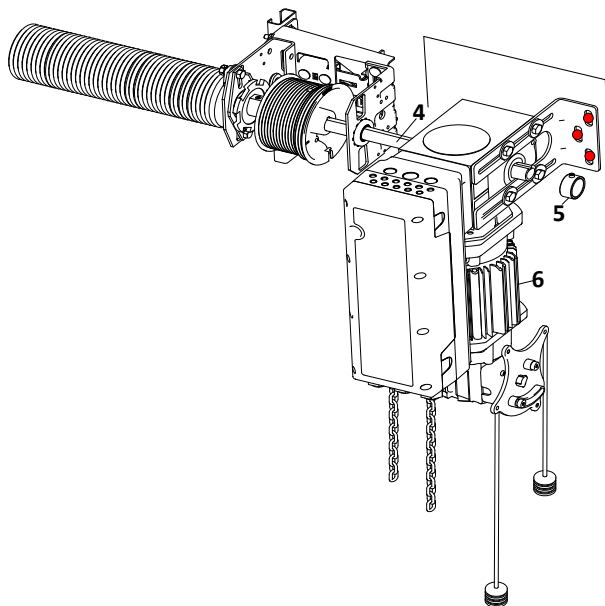

Рисунок 6
4. Установите привод (6) на вал (4) ворот, придвиньте монтажный кронштейн к основанию (стена или металлическая конструкция), на которое вы решили закрепить привод. Отметьте на основании расположение отверстий для надежного крепления монтажного кронштейна. Убедитесь, что на выступающую часть вала можно установить стопорное кольцо (5). (Рис. 6)